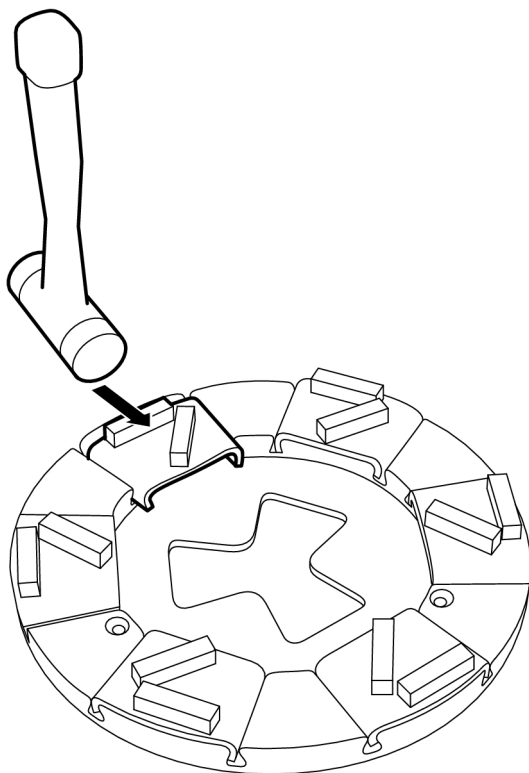

Рисунок 4-5. Снятие головок
1. Выбейте шлифовальную головку из держателя несколькими легкими ударами резинового молотка, чтобы открылся механизм фиксации, см Рисунок 4-5, стр. 19. Затем извлеките головку из направляющего паза.